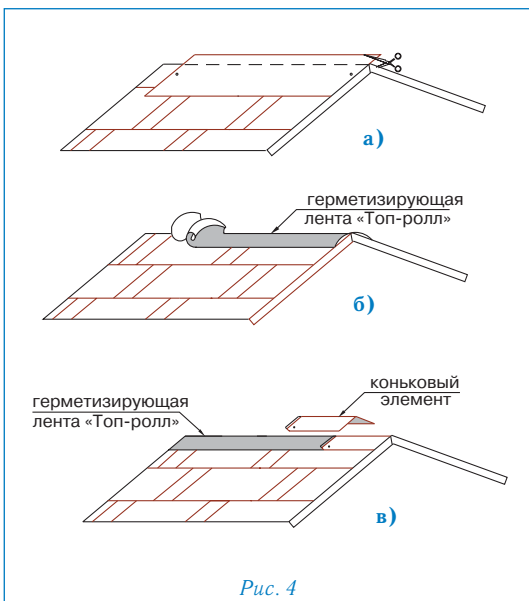

Рис. 4
### Конек (рис. 4)
- Верхний ряд черепицы ПРЕСТИЖ КОМПАКТ МИНИ доводится до линии конька (ребра), выступающие части листов обрезаются (рис. 4а);
- линии коньков и ребер герметизируются специальной самоклеящейся лентой «Топ-ролл» (рис. 4б);
- далее устанавливаются внахлест специальные коньковые элементы (направление укладки по преимущественному направлению ветра). Каждый коньковый элемент плотно прижимается к основанию кровли и фиксируется двумя гвоздями из нержавеющей стали длиной 35 мм, которые перекрываются следующим коньковым элементом (рис. 4в).